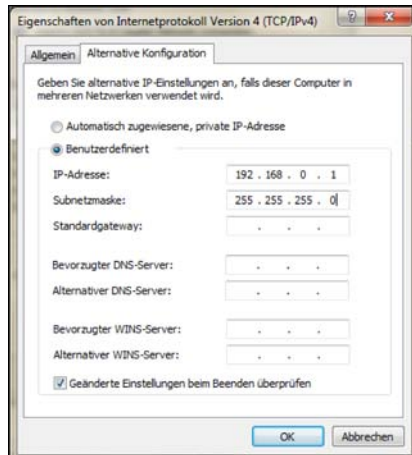

Abb. 17 Eigenschaften von Internetprotokoll Version 4 (TCP/IPv4) - Benutzerdefinierte IP-Adresse
- ➡ 6. Geben Sie nun eine benutzerdefinierte IP-Adresse für Ihren PC ein. Beachten Sie dabei, dass der Netzwerkteil der Adresse identisch mit dem Netzwerkteil der IP-Adresse des thermolMAGER TIM NetPC sein muss, also 192.168.0. Für den Geräteteil müssen Sie jedoch eine von dem thermolMAGER TIM NetPC (100) verschiedene Adresse verwenden; also z.B. 1, siehe Abb. 17.